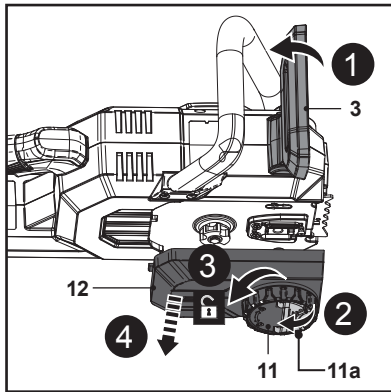

Fig. 1
**AVERTISSEMENT ! TIRER LA PROTECTION AVANT (LEVIER DE FREIN DE CHAÎNE) (3) COMPLÈTEMENT VERS L'ARRIÈRE POUR DÉSENGAGER LE FREIN DE CHAÎNE.**
2. Tirer la protection avant (levier de frein de chaîne) (3) complètement vers l'arrière pour désengager le frein de chaîne (Fig. 1, étape 1).
3. Soulever l'anneau de verrouillage (11a) pour dévisser la roue de verrouillage (11) dans le sens inverse des aiguilles d'une montre, puis le retirer avec le couvercle de la tronçonneuse (12) (Fig. 1, étapes 2, 3, 4).